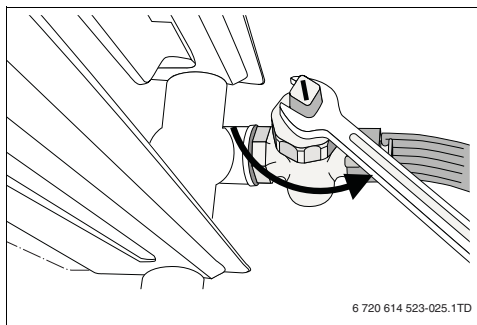

Fig. 12 Aftappen cv-installatie
- Tap de gehele cv-installatie af. Doe dit op het laagste punt van de cv-installatie met behulp van de vul- en aftapkraan of aan een radiator (→ fig. 12). Daarbij moeten de (automatische) ontluchters op het hoogste punt van de cv-installatie geopend te zijn.